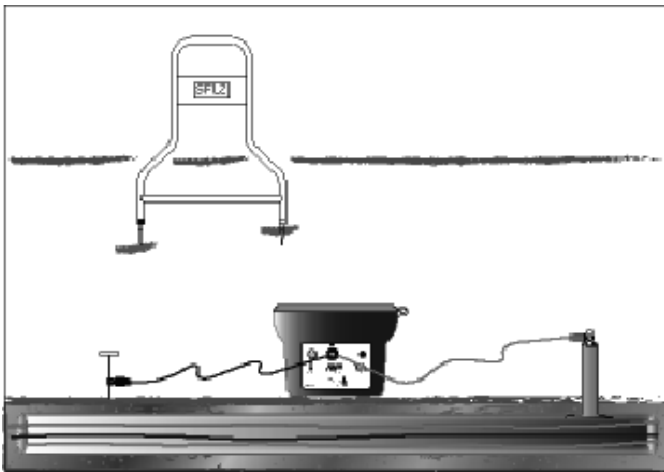

Figure 3-3 : Positionnement du récepteur A-5000 pour la synchronisation
1. Maintenez le récepteur A-5000 de façon à positionner le piquet associé à la bande noire à deux (2) pas de la tige de terre et à aligner le piquet avec la bande blanche avec le câble ciblé. Le récepteur A-5000 doit être placé conformément à la figure 3-3 pour la synchronisation et le bon fonctionnement de l'appareil. Enfoncez les piquets du A-5000 solidement dans la terre. Mettez l'A-5000 sous tension. Attendez le clignotement de la flèche.